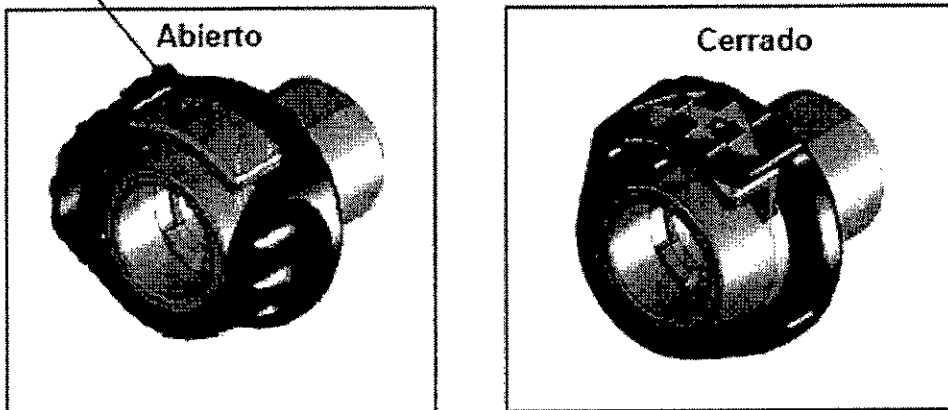

Figura 26 Seguro percutáneo - Posición abierta (izquierda) y posición cerrada (derecha)
6. Pulse la ficha **Alarms** para acceder a la pantalla de alarmas. Pulse el botón **Extended Silence** (Silencio prolongado) (**Figura 26**). Esto silenciará todas las alarmas de peligro y advertencia durante cuatro horas para asegurar que no se activen en el quirófano. El indicador de silenciador de alarma debe mostrar **Extended** (Prolongado). El silencio prolongado puede cancelarse pulsando el botón silenciador de alarma en el panel del interfaz de usuario de la Miniconsola del sistema o quitando el suministro de electricidad de ambos conductores eléctricos.
a. Verifique que el seguro percutáneo esté en la posición "abierto" en la Miniconsola del sistema. Si no lo está, haga girar el seguro percutáneo en la dirección del símbolo abierto hasta que encaje en la posición totalmente abierta haciendo clic y la lengüeta metálica de liberación quede expuesta (Figura 26).
b. Alinee la marca en el conector del conductor percutáneo con la marca en el encaje de la Miniconsola del sistema e inserte a fondo el conector en el encaje hasta que se fije en el lugar haciendo clic (Figura 26). Examine la conexión tirando suavemente del extremo metálico del conductor percutáneo.
d. Haga girar el seguro percutáneo en la Miniconsola del sistema en la dirección del símbolo cerrado hasta que el seguro percutáneo encaje en la posición totalmente cerrada haciendo clic (Figura 26). El seguro percutáneo no girará a menos que el conector esté insertado a fondo.